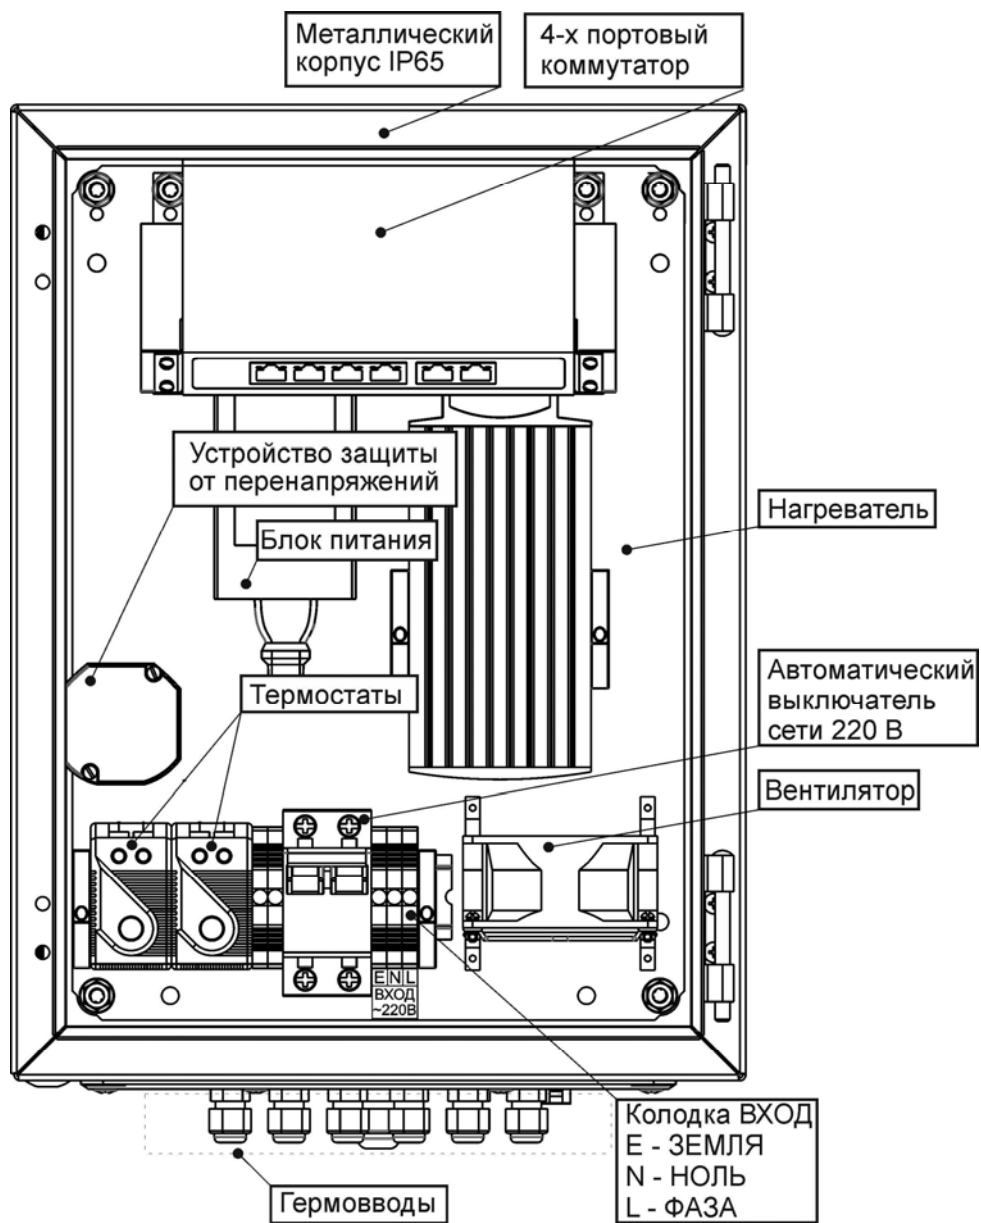

Рисунок 3 - вид изделия с открытой дверцей
При открытой дверце осуществляется доступ к 4-х портовому коммутатору (далее по тексту: коммутатор), автоматическому выключателю и клеммной колодке ВХОД ~ 220В расположенной на DIN-рейке (см. рисунок 3).
- Провод заземления подключите к клемме E (ЗЕМЛЯ) на колодке «ВХОД» (см. рисунок 3).
- Подключите, соблюдая фазировку, к клеммам колодки «ВХОД» изделия сетевые провода N (НОЛЬ) и L(ФАЗА) (см. рисунок 3).